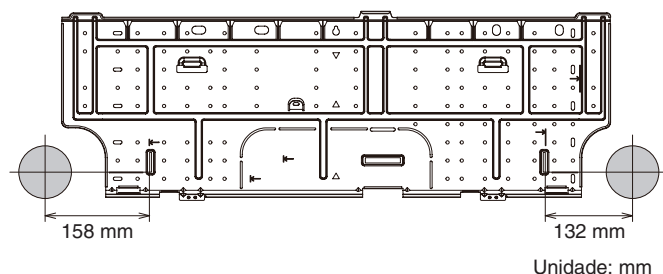

Fig. 3-6
- (1) Coloque o painel traseiro da unidade interior na parede, na localização seleccionada. Certifique-se de que o painel está na horizontal utilizando um nível de carpinteiro ou fita métrica para medir a distância desde o tecto. Espere até que a abertura seja cortada antes de instalar o painel traseiro na parede.
- (2) Determine o lado da unidade em que deve cortar a abertura para a tubagem e cablagem. (Fig. 3-6)
No caso da tubagem traseira esquerda, utilize os pontos de medição 158 mm desde a posição indicada no painel traseiro para uma colocação precisa da saída do tubo flexível. (Fig. 3-6)